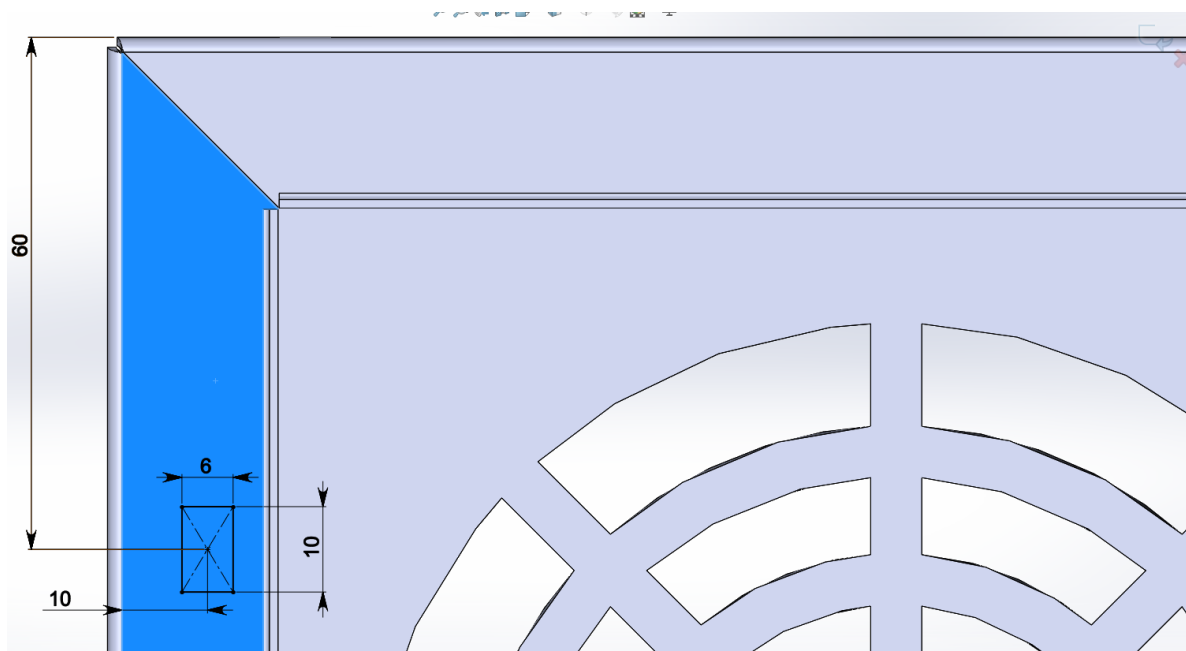

Рисунок 18 – создание эскиза петли на блоке
20. Выбрать вид спереди. На выделенной кромке (рис. 18) начертить эскиз, как показано на рисунке. Выйти из режима эскиза.